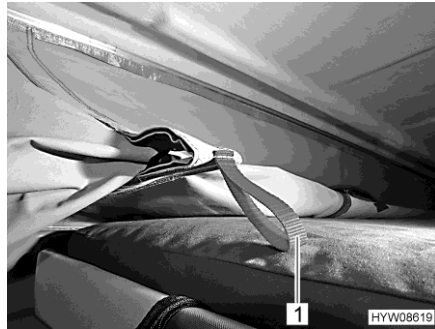

Bild 33 Indragningsanordning
- Dra tältduken inåt med hjälp av de röda remmarna (Bild 33,1) på indragningsanordningen.